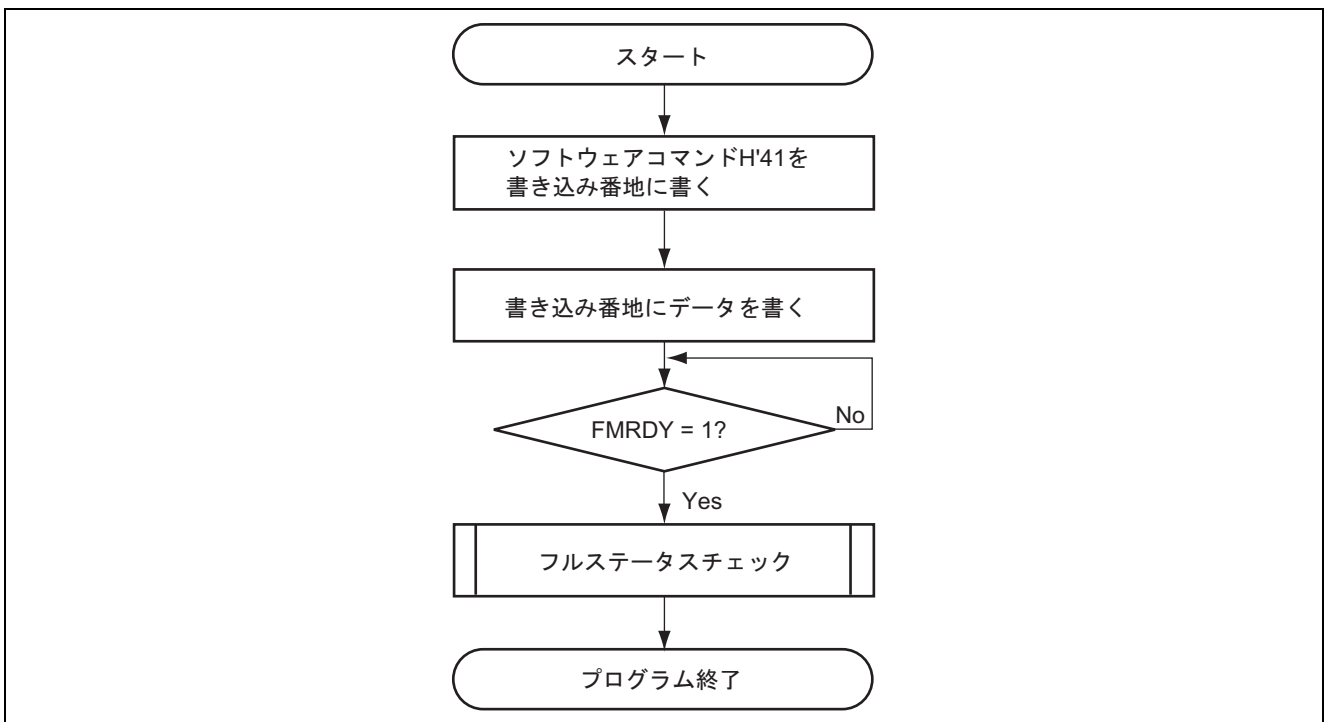

図 8 書き込みフロー
書き込み終了後、FLMSTR の FMPSF ビットで書き込みの結果を知ることができます。(9) フルステータスチェック参照)。図 8 に書き込みフローを示します。